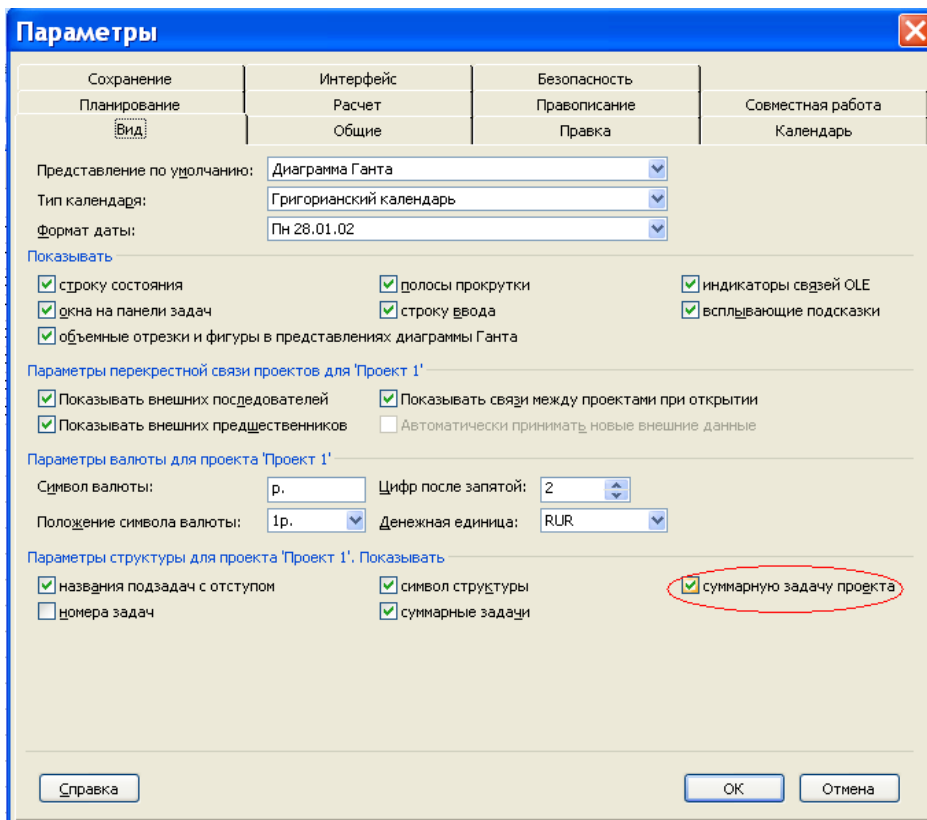

Рисунок 5.3 – Установка параметров
1. Чтобы получить возможность видеть суммарные данные по проекту в меню **Сервис** ⇒ **Параметры** ⇒ **Вид** установить флажок **показывать суммарную задачу проекта** (см. рис. 5.3).